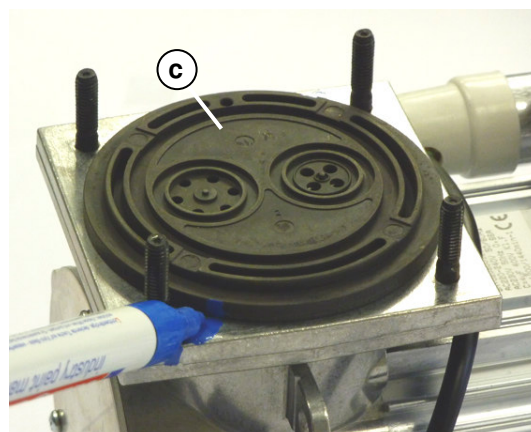

Рисунок 3
1. Отметьте положение пластин с клапанами относительно корпуса насоса (рис. 3, п. с), после чего демонтируйте их.